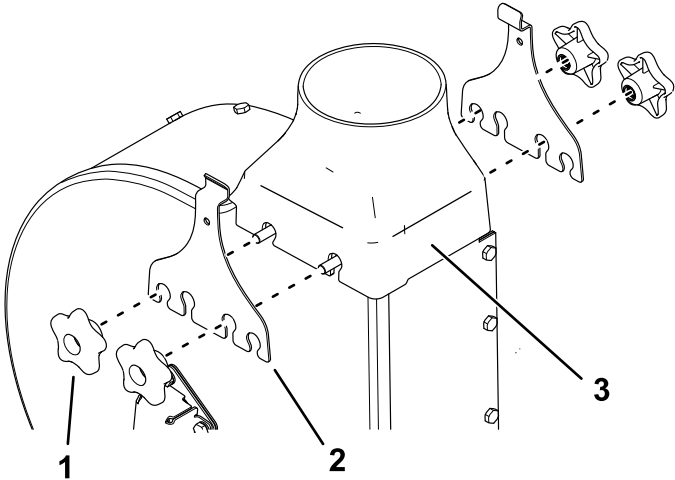

Figura 3
3. Rimuovete le 4 manopole, i 2 morsetti del soffiatore e il raccordo di transizione del soffiatore dal gruppo del soffiatore (Figura 3).